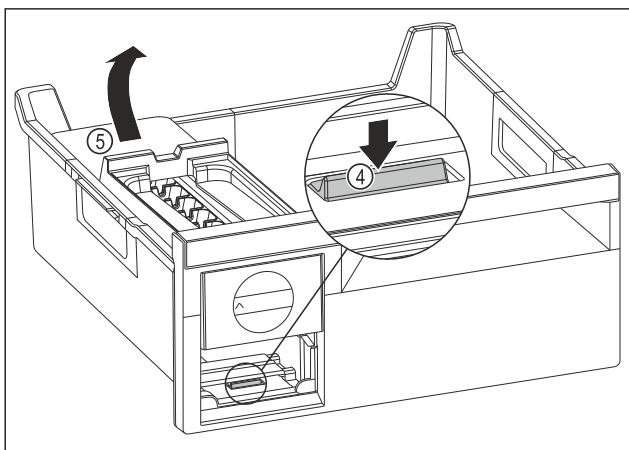

Fig. 74
- Odoberte korpus EasyTwist-Ice: Strmeň Fig. 74 (4) zatlačte prstom nadol a súčasne druhou rukou zdvihnite zozadu korpus EasyTwist-Ice Fig. 74 (5).